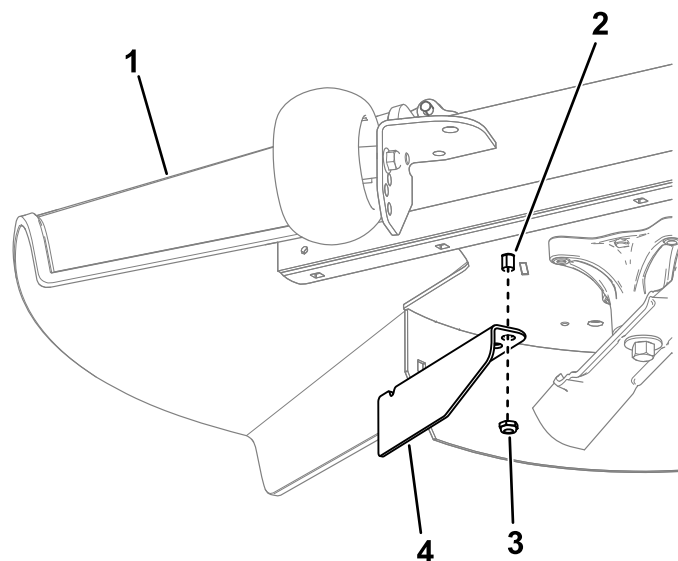

図 15
- 外したナットを使ってカットオフバッフルをデフレクタのロッドに取り付けるバッフルの外側の穴を使用する 図 15。
10. 刈り込みデッキの下にあるデフレクタのロッドからナットを外す 図 15。